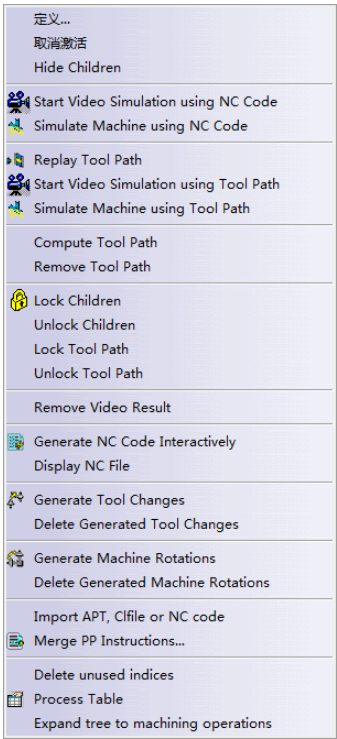

图 2-5 “Manufacturing Program.1” 对象菜单
2) 在特征树上选中“Manufacturing Program”节点，再选择菜单栏中的“编辑”→“Manufacturing Program.1”对象命令，弹出如图 2-5 所示菜单。